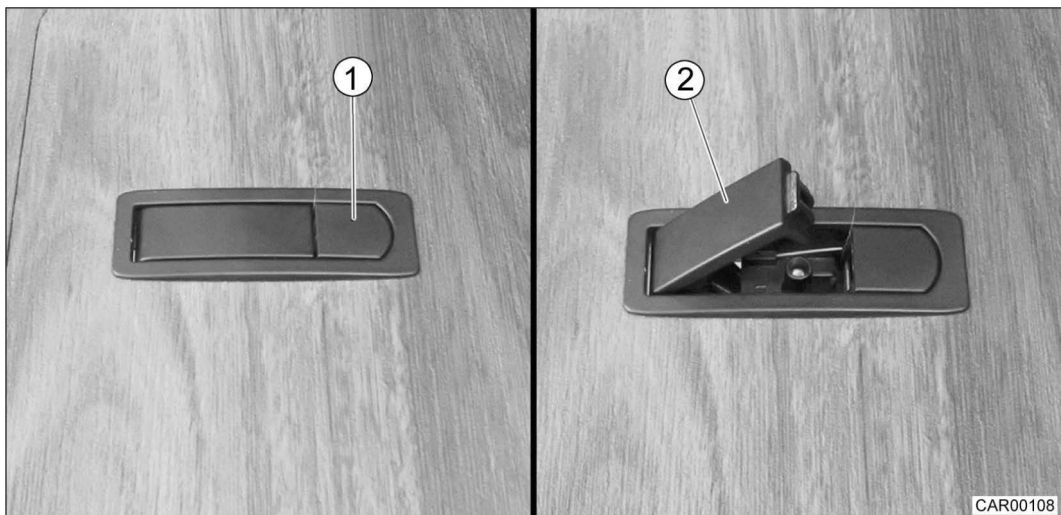

Fig. 119 Fermeture à levier du rangement profondément décaissé
1. Appuyer sur le bouton de déverrouillage (Fig. 119/1). Le levier à poignée (Fig. 119/2) s'ouvre.
1. Fermer la trappe et enfoncer le levier à poignée (Fig. 119/2) avec la main ou le pied jusqu'à ce qu'il encliquette.